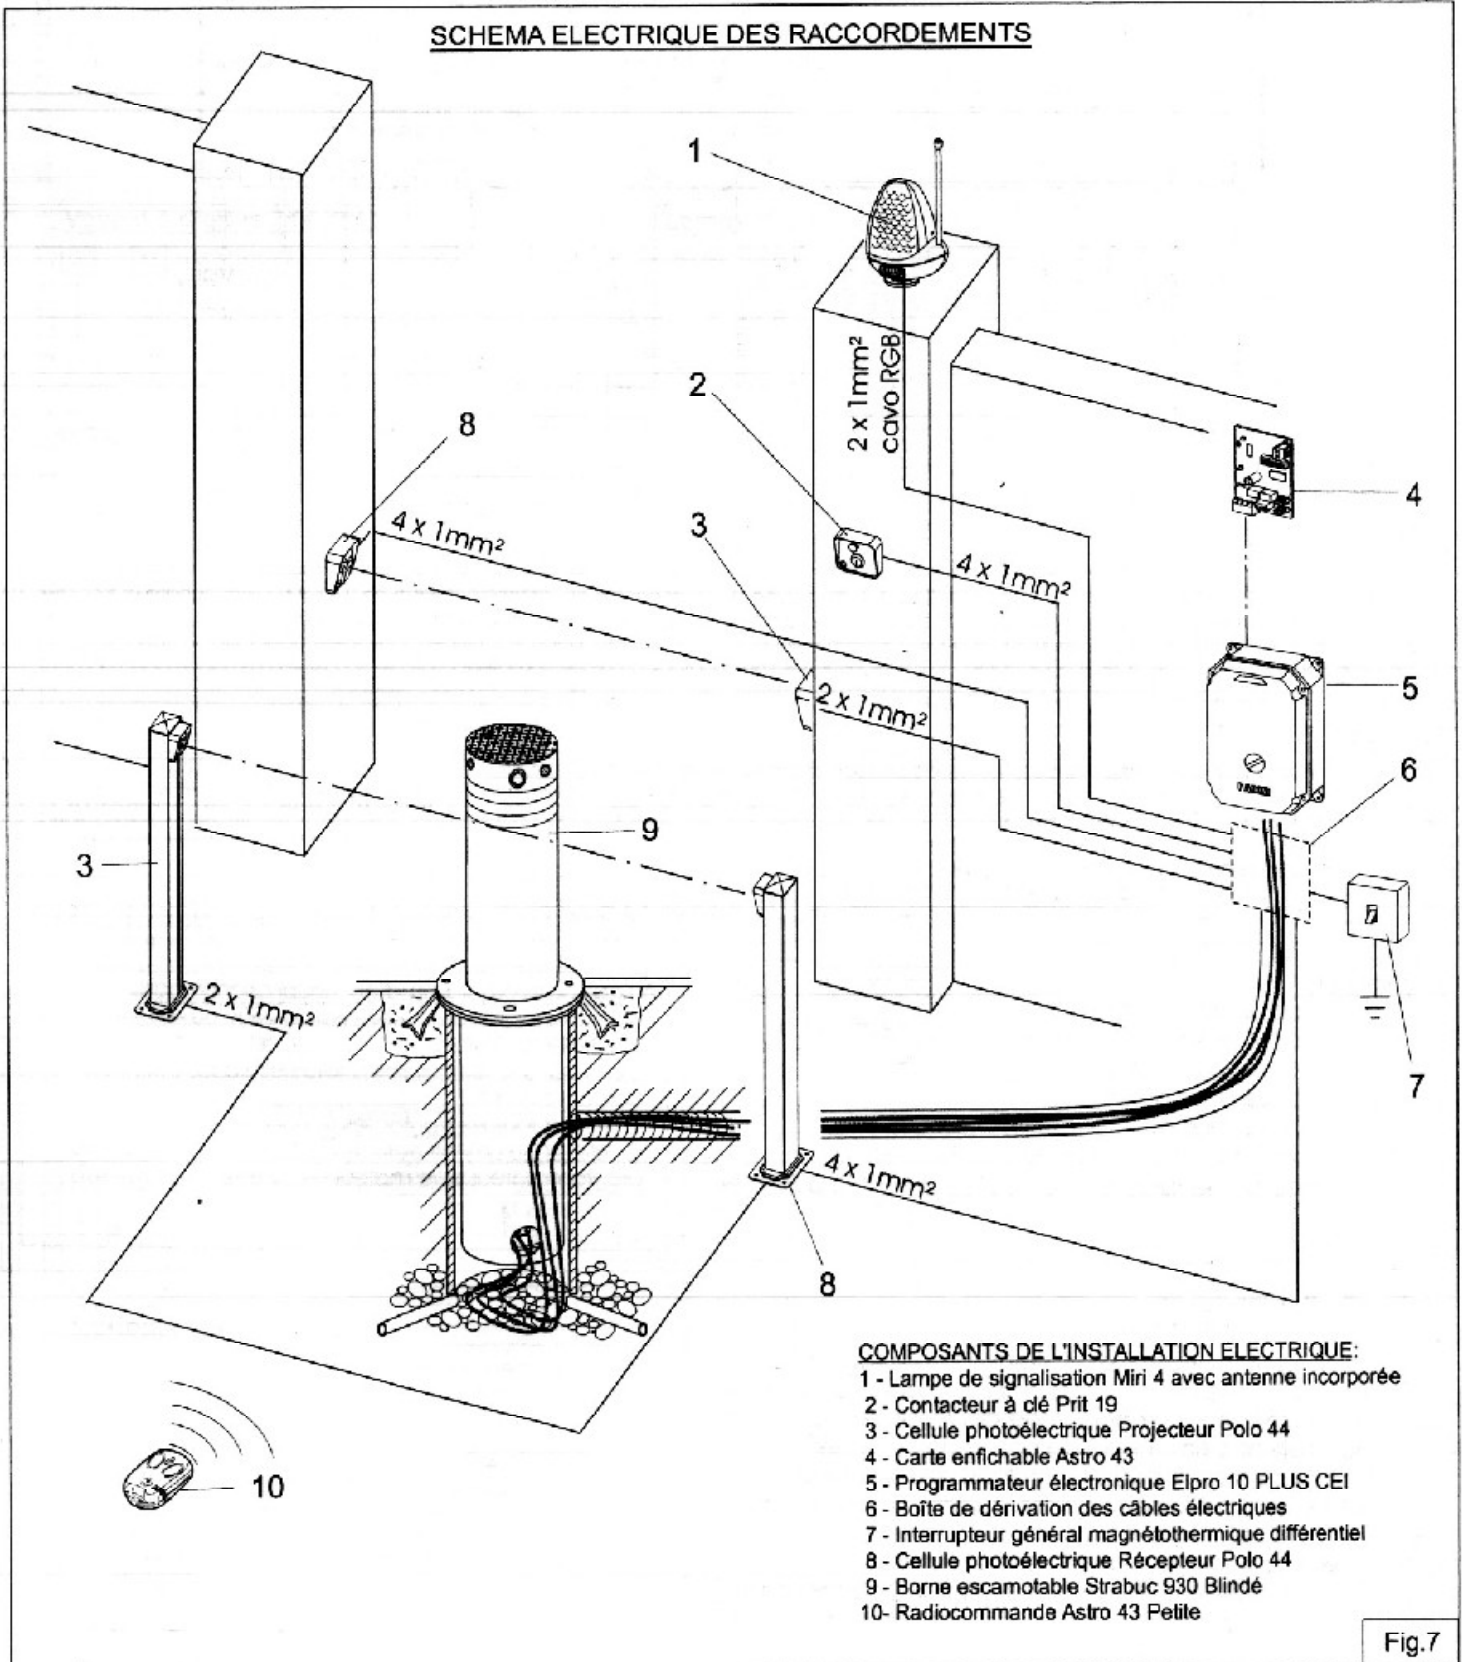

Fig.7
**IMPORTANT:** tous les branchements électriques et les câblages (Fig.7) doivent être effectués selon les règles de l'art par un installateur qualifié dans le respect des normes de sécurité selon la Directive Machines 98/37/CE. Il est important de faire une analyse des risques en adoptant les nécessaires mesures de sécurité.